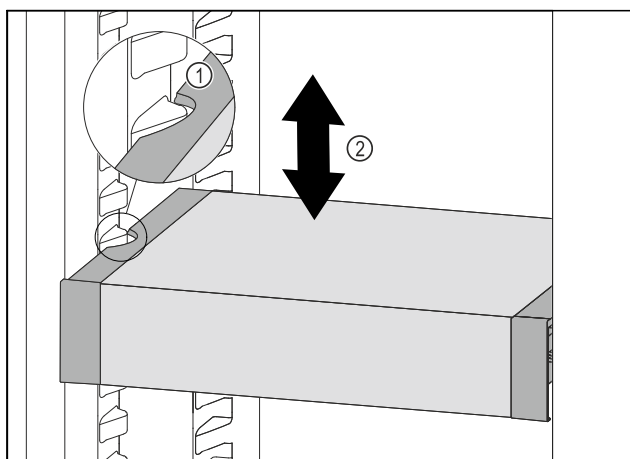

Fig. 133
- ▶ Træk VarioSafe fremefter, indtil udsparringerne i siden på VarioSafe er på niveau med beholderribben i kølesektionen, Fig. 133 (1)
- ▶ Flyt VarioSafe op eller ned i kølesektionen, indtil den ønskede højde er nået, Fig. 133 (2)